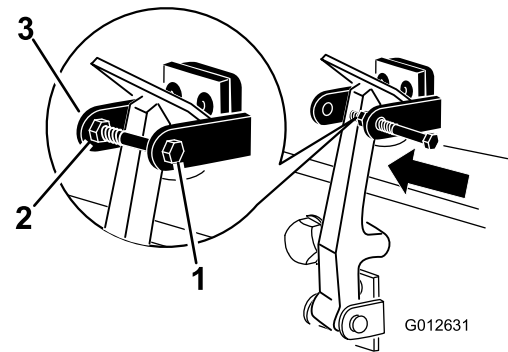

Figure 8
8. Vissez le boulon dans l'autre bras du support de loquet pour bloquer le loquet en position (Figure 8).